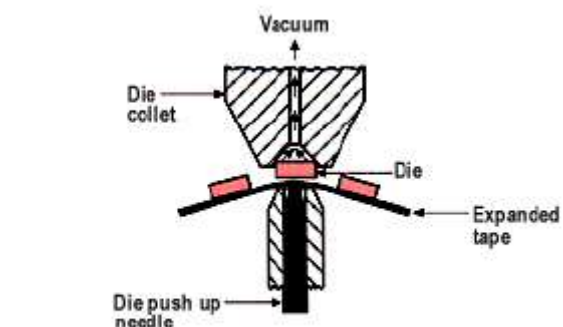

図 8
f. ダイボンダーにダイを取り付けます(図 8)。
一部のアプリケーションでは、ダイシング後に基板を加熱したり、溶剤で洗浄したりすると製品に損傷を与えます。したがって、ワックス処理は使用できません。また、ダイ付着処理を必要とするすべてのアプリケーションに使用できるわけではありません(図 8)。